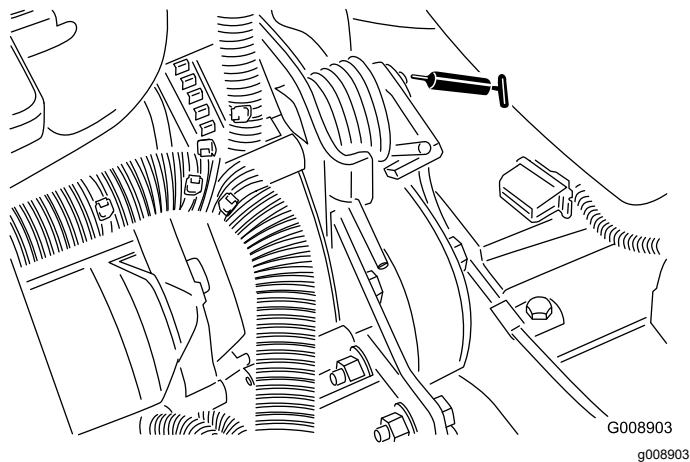

Figura 42
- Pivote de tensión de la correa (Figura 42)